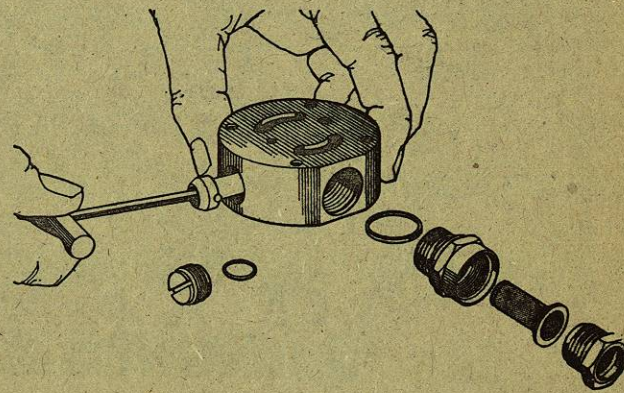

Fig. 26 Desmontaje de una placa de extremo de acero
- (e) Utilizando la herramienta de enganche, 7144/875, retire el manguito de la válvula de regulación (Fig. 26). Empuje el pistón desde el orificio del manguito.